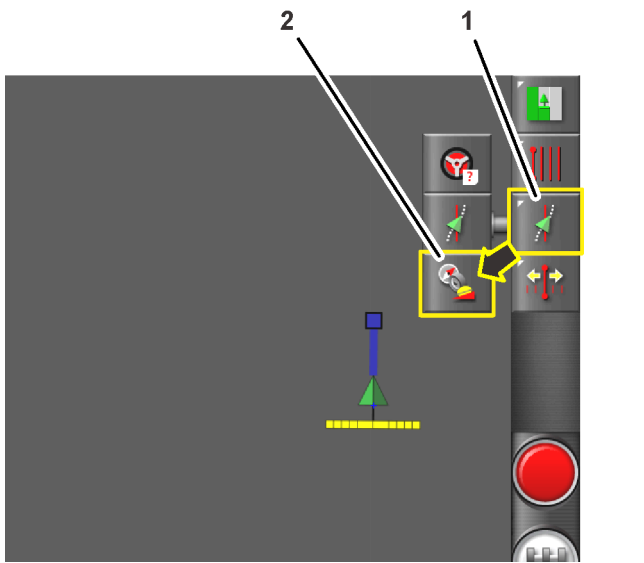

図 166
1. ステアリングオプションアイコンを押します。(図 166)
2. ステアリング校正アイコンを押します。(図 166) ステアリング校正メニューが表示されます。